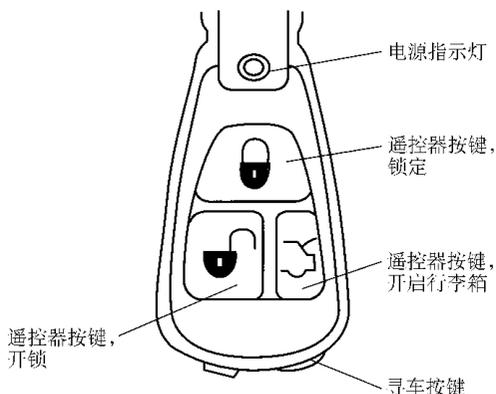

图 6-5 遥控器示意图
(1) 配有可折式钥匙的主锁匙，有遥控器。
(2) 配有可折式钥匙的备用锁匙，无遥控器。
(3) 按键功能如图 6-5 所示。
(4) 电池控制。